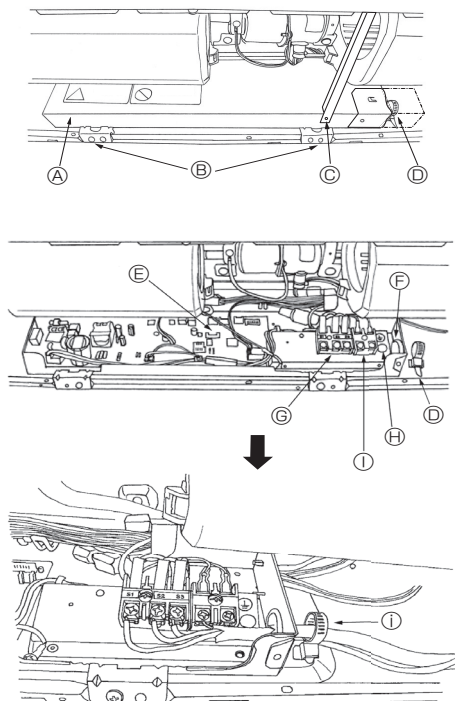

Fig. 6-1
6.1. Okablowanie elektryczne (Fig. 6-1)